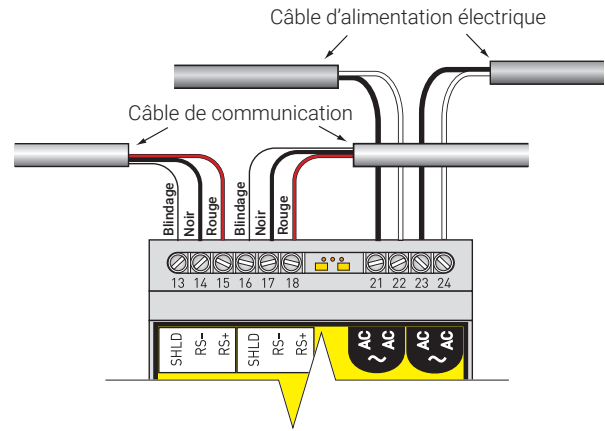

Figure 3. Connexions d'alimentation électrique et de télémétrie
Le module TTSIM-1A communique toutes les alarmes et les messages d'états via la télémétrie à paire torsadée RS-485. Deux des quatre fils du câble sont utilisés pour la télémétrie et les deux autres fils peuvent être utilisés pour fournir l'alimentation électrique. Alternativement, un câble séparé peut être utilisé pour l'alimentation électrique, comme indiqué en Figure 3.
- Dénudez les quatre fils afin de disposer d'environ 6 mm de conducteur et d'effectuer les connexions suivantes : (voir Figure 3):